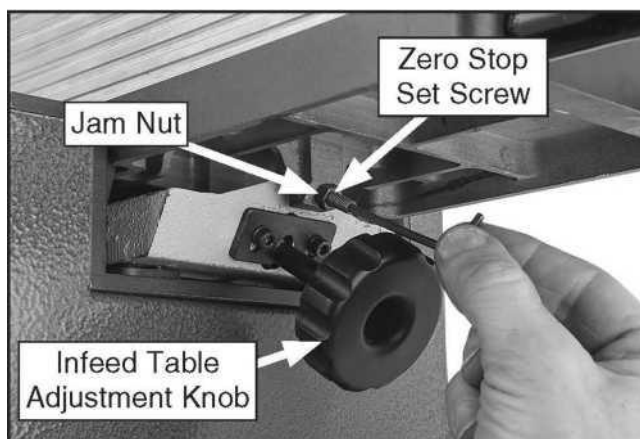

Рисунок 34. Компоненты нулевой остановки.
Нулевой упор (см. Рис. 34) позволяет пользователю последовательно перемещать подающий стол даже при высоте выходного стола.
2. Ослабьте стопорную гайку и отрегулируйте установочный винт с нулевым упором до тех пор, пока он не соприкоснется с основанием стола (см. рис. 34).